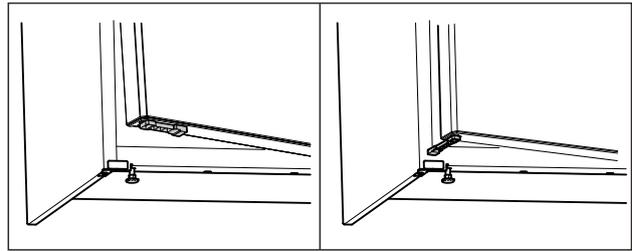

Fig. 70 *
- ▶ Girar el limitador de apertura de puerta 90°. (consulte Fig. 70) *